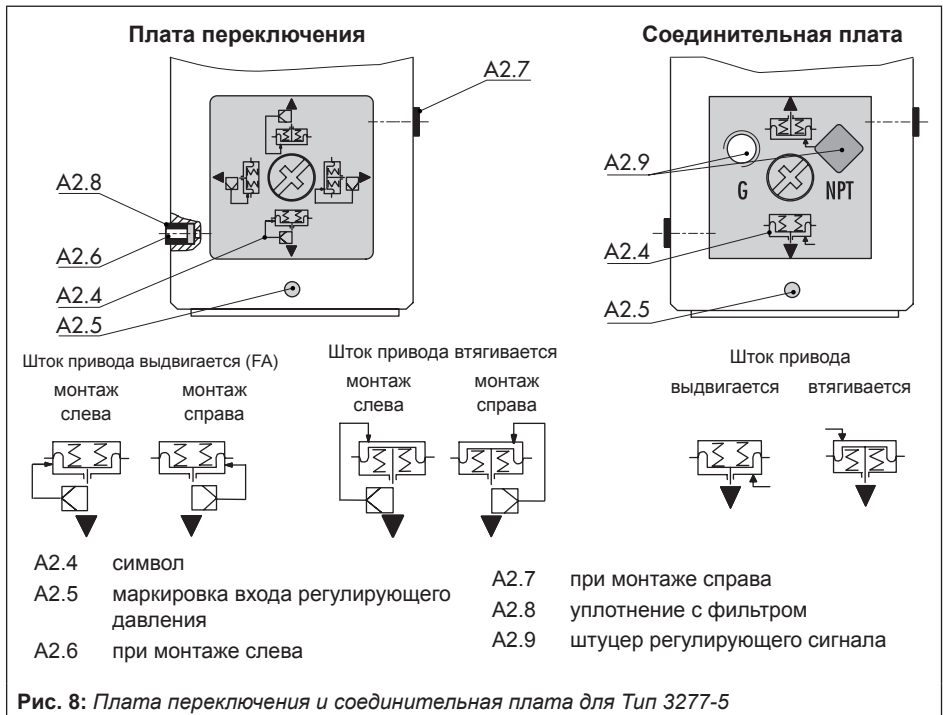

Рис. 8: Плата переключения и соединительная плата для Тип 3271-5
- Поверните плату переключения таким образом, чтобы символ, соответствующий стороне монтажа и положению безопасности (A2.4), был направлен на маркировку (A2.5), см. рис. 8.
- Поверните соединительную плату таким образом, чтобы символ, соответствующий положению безопасности (A2.4), был направлен на маркировку (A2.5), см. рис. 8.